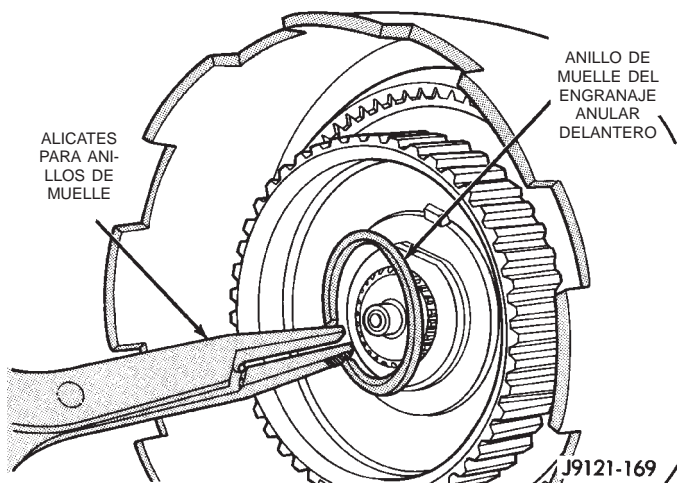

Fig. 162 Instalación del anillo de muelle del engranaje anular delantero
(20) Instale el anillo de muelle del engranaje anular delantero (Fig. 162). Utilice alicates para anillos de muelles para evitar deformar el anillo durante la instalación. Asegúrese también de que el anillo asiente completamente.